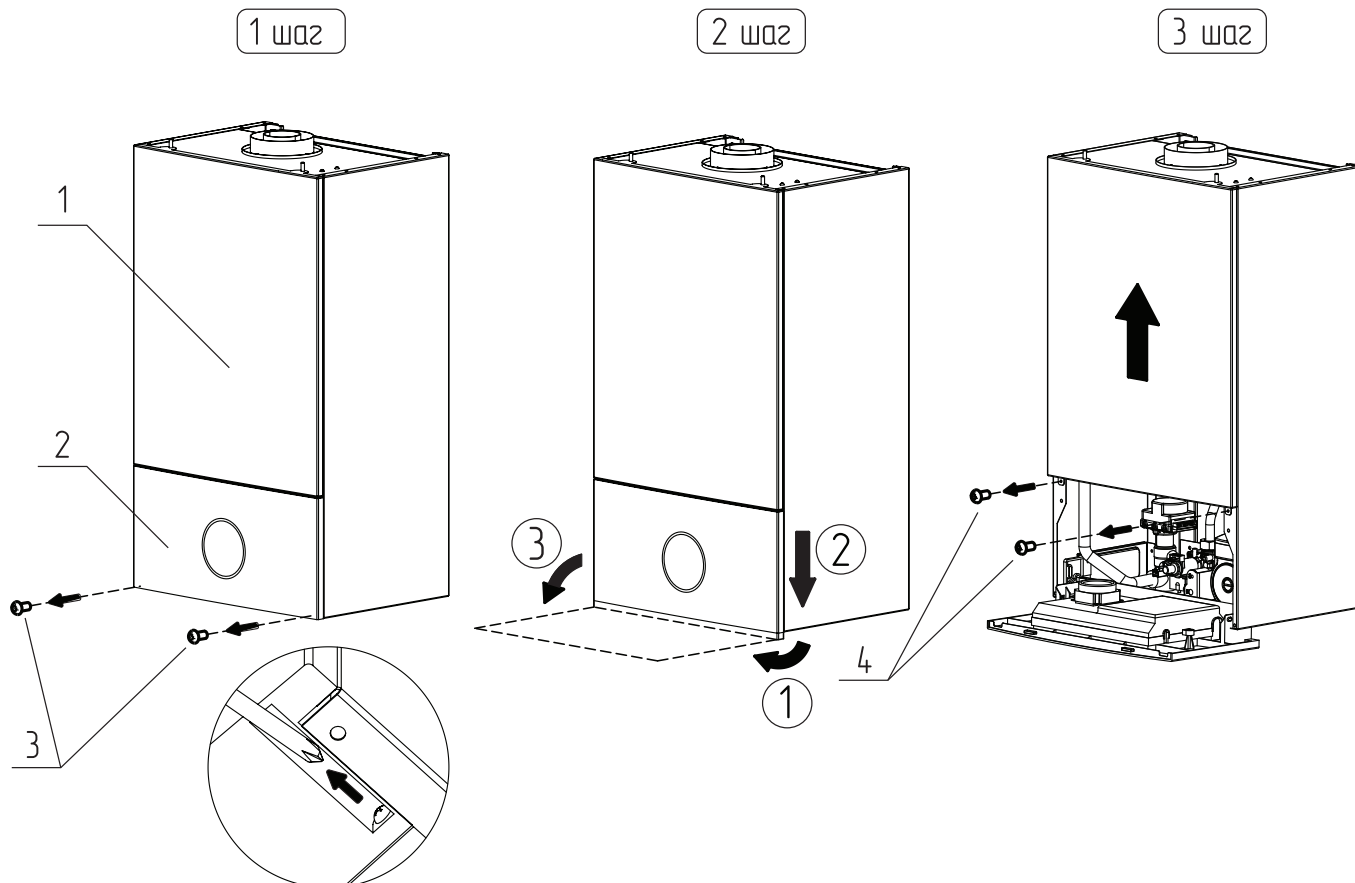

Рис. 20 Открытие крышки котла, доступ к коммутации панели управления
1. Отвинтите 2 винта (Рис. 20, поз.3) в нижней части панели управления (Рис. 20, поз.2);
3. Отвинтите винты фиксации передней крышки (Рис. 20, поз.4) и потяните крышку для снятия.